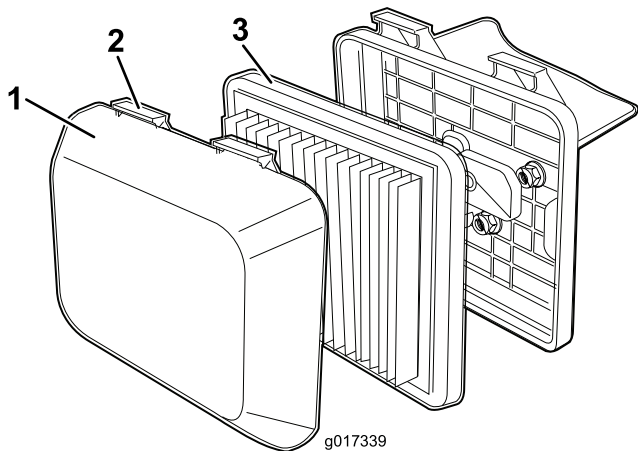

图 20
1. 向下按空气滤清器盖子的顶部锁扣图 20。
3. 拆下空气滤清器滤芯图 20。